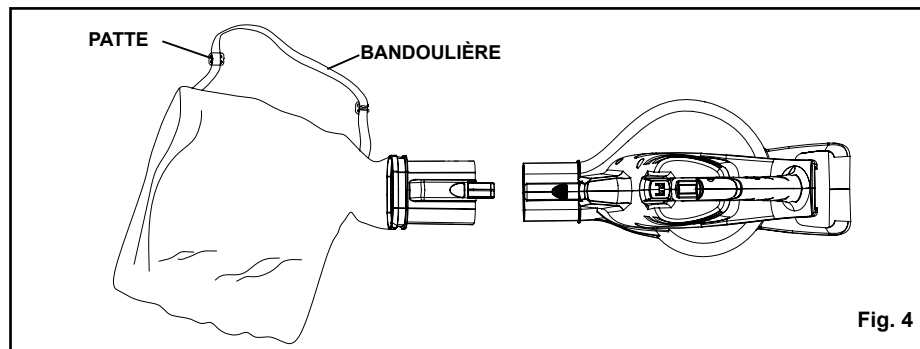

Fig. 4
4. Pour retirer les tubes d'aspiration, suivez les étapes (3) (2) (1).
5. Insérez l'adaptateur du sac collecteur dans l'orifice de sortie de la souffleuse. Verrouillez l'adaptateur du sac grâce au bouton de verrouillage. Pour retirer le sac, appuyez sur le bouton de verrouillage et dégagez le sac. (Fig. 4).
### MISE EN PLACE DU SAC AVEC LA BANDOULIÈRE (Voir Figure 4.)